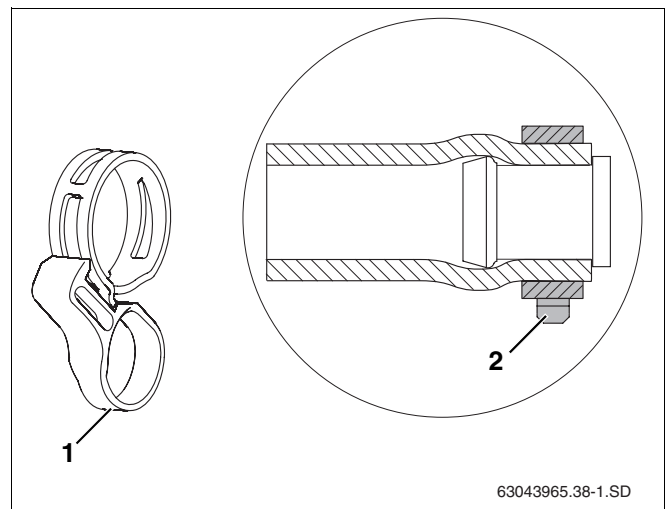

Fig. 19 Abrazadera con anillo de seguridad y una vez montada en el tapón ciego premontado
- ▶ Antes de retirar el anillo de seguridad (fig. 19, **pos. 1**) es absolutamente necesario asegurarse de que la abrazadera se encuentra en la posición correcta (fig. 19, **pos. 2**). Si posteriormente se aflojase con alicates podría perder fuerza de sujeción.